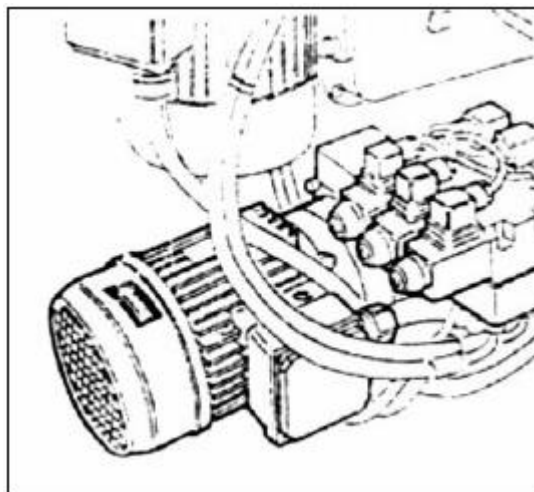

Рис. 5
- ◆ Направление тока должно соответствовать стрелкам на двигателе(см **Рис. 5**). Если направление обратное, специализированный персонал должен поменять фазы.